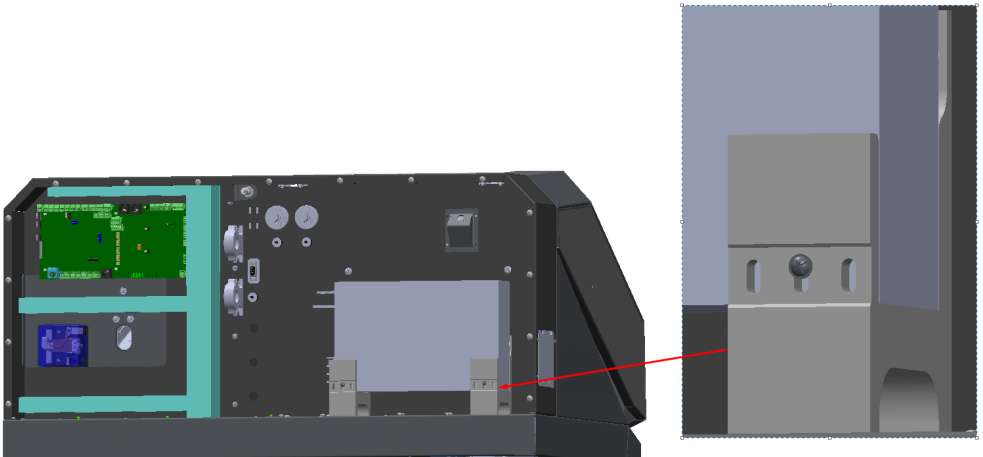

Рисунок 5. Фіксація блоку живлення
5. Прикріпити блок живлення до кронштейнів гвинтами см. рис. 5.